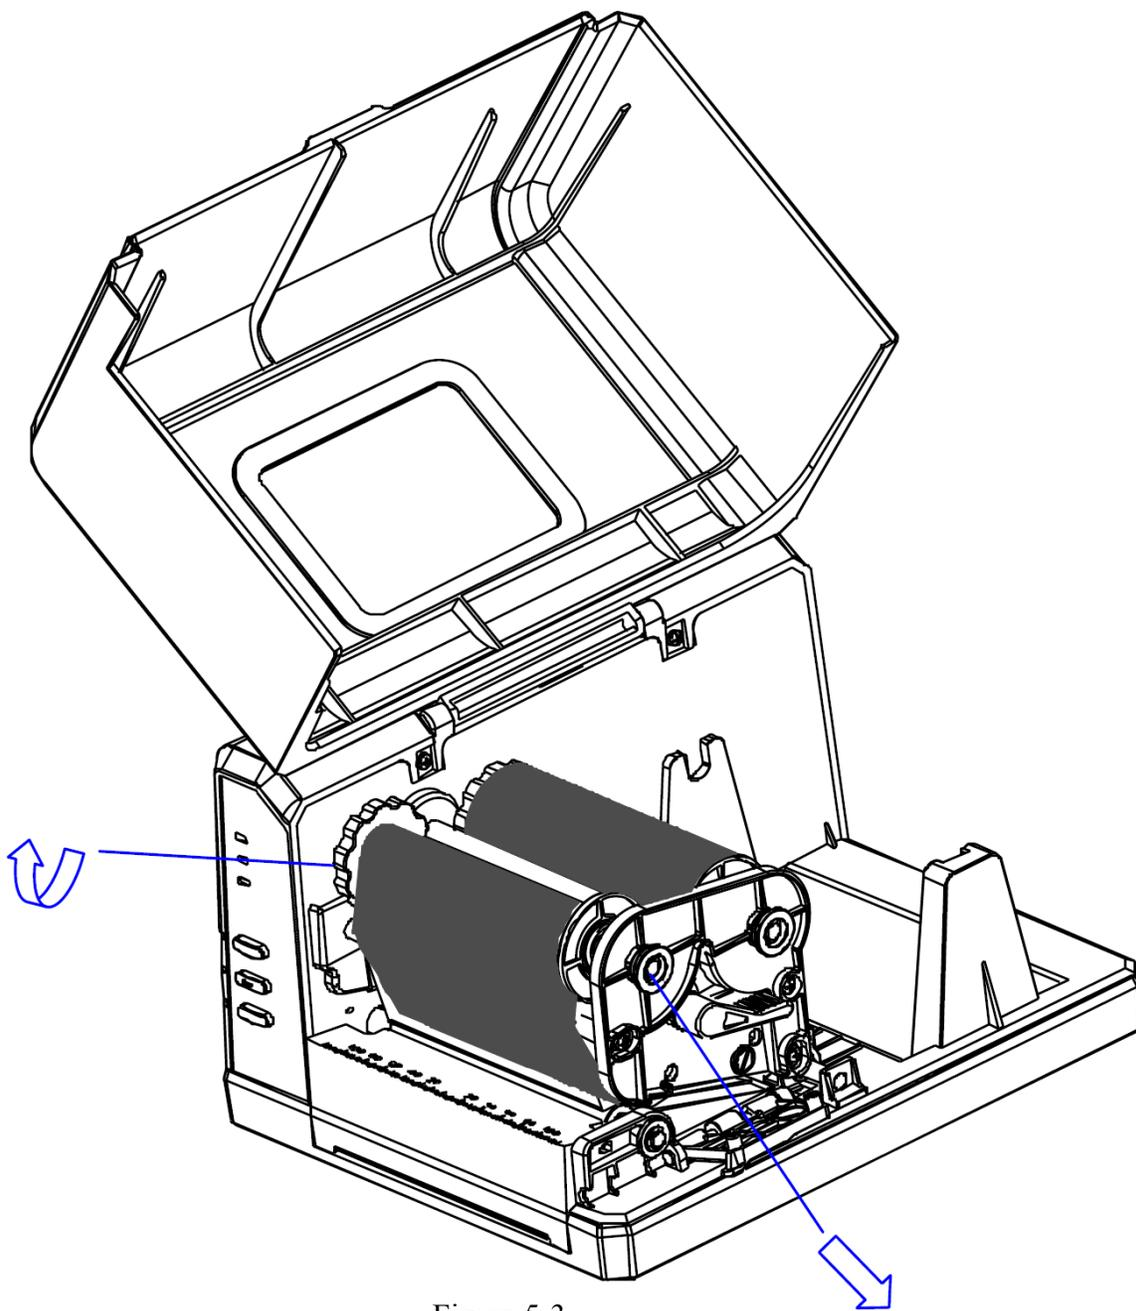

Figura 5-3
5. Gire la Perilla de Recuperación de la Cinta en el sentido de las manecillas el reloj para asegurarse de que la cinta esté tensa y lisa (véase la Figura 5-3).
6. Cierre el bucle y gire la palanca a la posición “cerrada” para asegura el Módulo de Cabezal de Impresión (Véase la Figura 5-3).